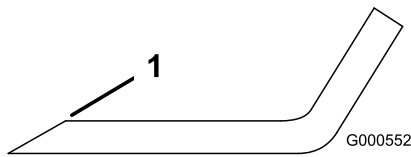

Figura 51
- Utilice una lima para afilar el filo de corte en ambos extremos de la cuchilla (Figura 51).
**Nota:** Si la cuchilla no está equilibrada, rebaje algo el metal en la parte de la vela solamente con una lima (Figura 51).